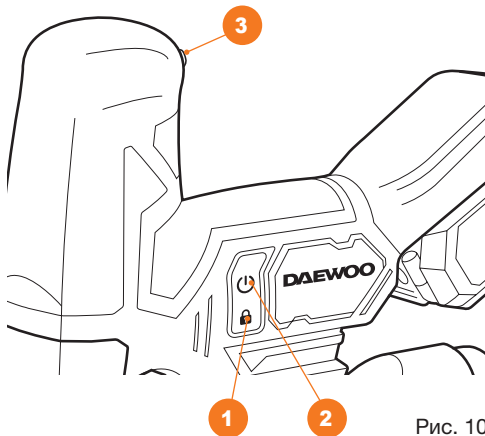

Рис. 10
- Нажмите кнопку блокировки включения **1**, LED подсветка включится, символизируя о возможности включения изделия (Рис. 10).